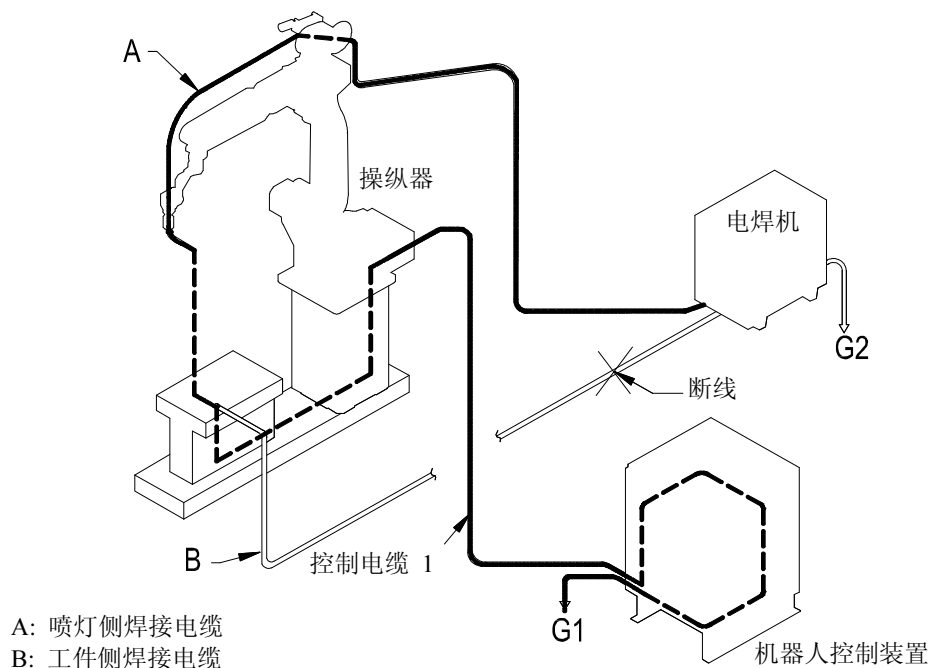

图 3.8.4 关于焊接电流的流入机器人控制装置
如图 3.8.4 所示，特别是 (B) 的总线侧电缆，其配线若不完全的话，焊接电流会通过马达框架而流入机器人控制装置，造成机器人控制装置的损伤，非常危险。此外，为了总线（工件）的暂时固定等而使用别的电焊机时，也需同样注意。